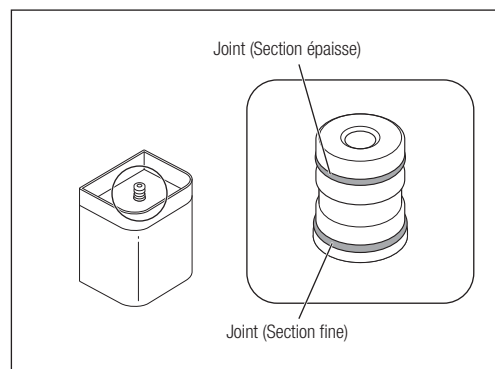

Fig. 46
- Les joints présentent des épaisseurs différentes. Assurez vous de les disposer sur l'emplacement correct (Fig. 46).